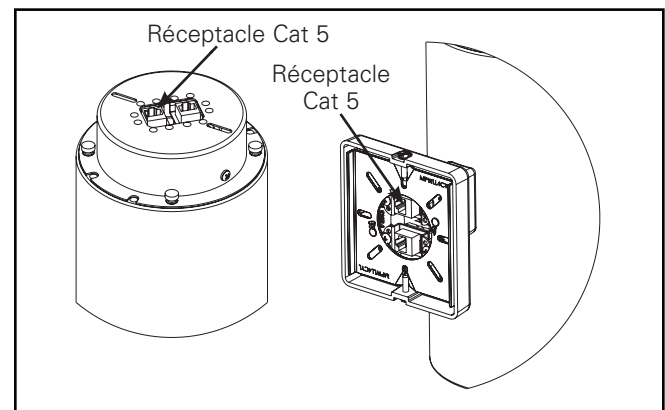

**Figure 7.**
- Retirez le bras de montage mural du luminaire en retirant les deux (2) vis n° 8.
- Retirez le sous-ensemble du pilote interne du luminaire. (Figure 7).